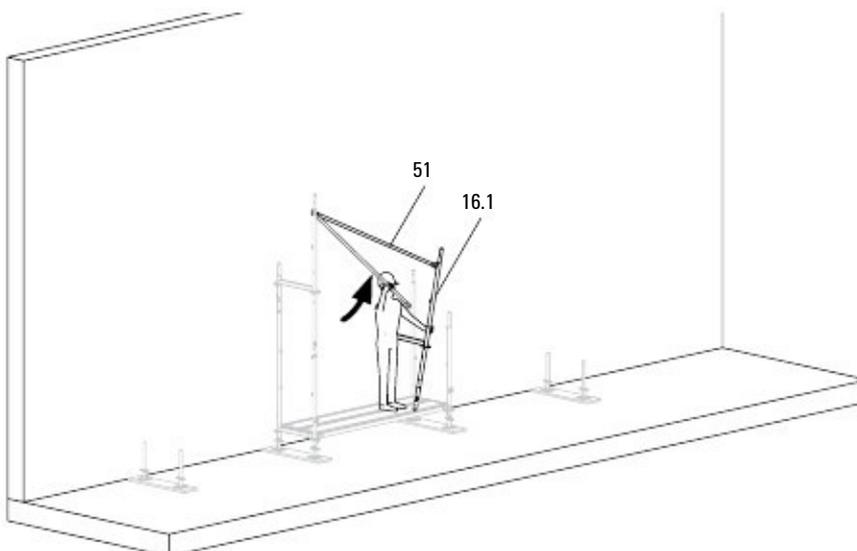

Fig. B2.07
3. Прикрепете парапета EPG (51) към хуката (16.1) на втората Easy Frame EVF. (Fig. B2.07)